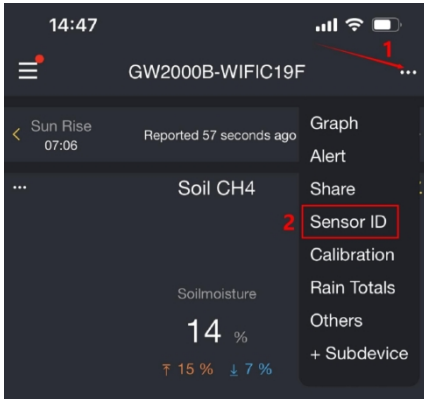

Abbildung 7
2. Klicken Sie auf die drei vertikalen Punkte „...“ und wählen Sie „Sensor-ID“, wie in Abbildung 7 dargestellt.